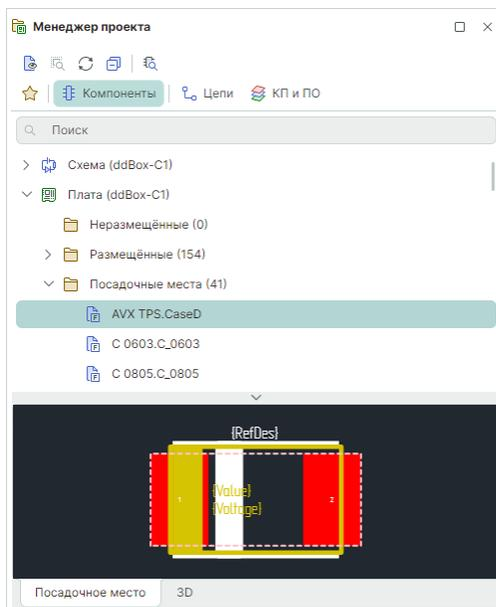

Рис. 175 Посадочные места в панели «Менеджер проекта»
- В панели «Менеджер проекта» («Компоненты» → «Плата» → «Посадочные места»), см. Рис. 175.